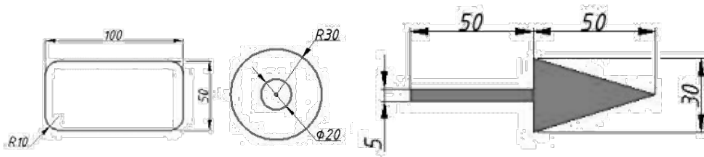

Рис. 5. Примитивы для расстановки размеров
1. С помощью стандартных примитивов создать следующие геометрические объекты и проставить их размеры (рис. 5):